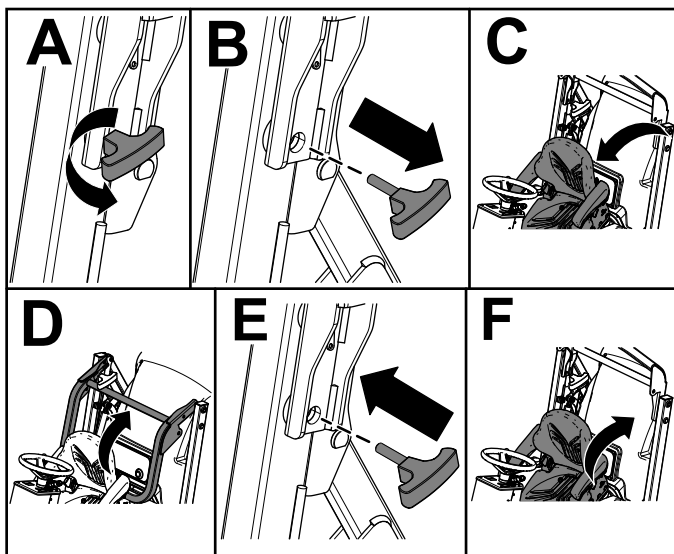

Figura 16
4. Înclinai scaunul în față (Figura 16).
5. Îndepărtați tifturile de la bara antiruluiiu (Figura 16).
6. Ridicai bara antiruluiiu i fixai-o cu tifturile (Figura 16).
7. Înclinai scaunul din spate în poziția blocată (Figura 16).